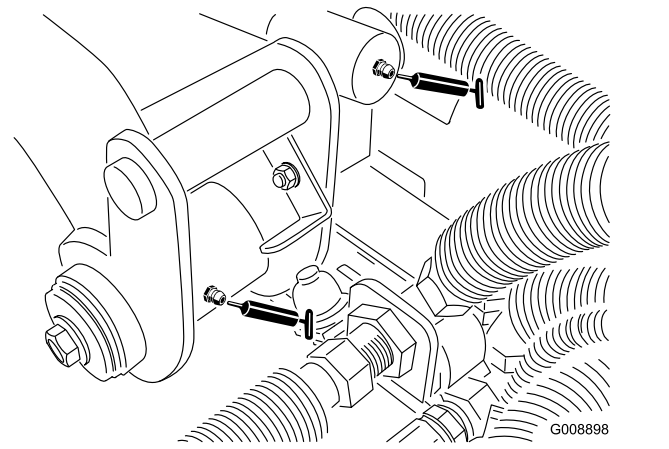

Bild 35
- 2 hintere Hubarm-Drehbüchsen und Hubzylinder (Bild 35)